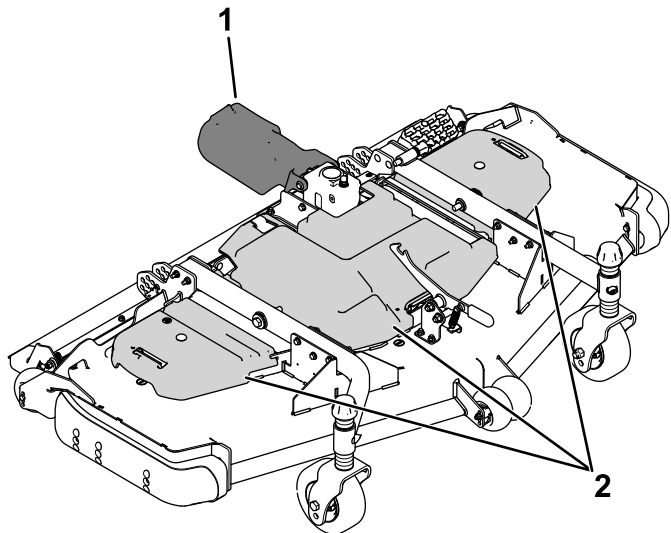

Figure 1
1. Déposez les protège-courroies et la protection de l'arbre d'entraînement (Figure 1).